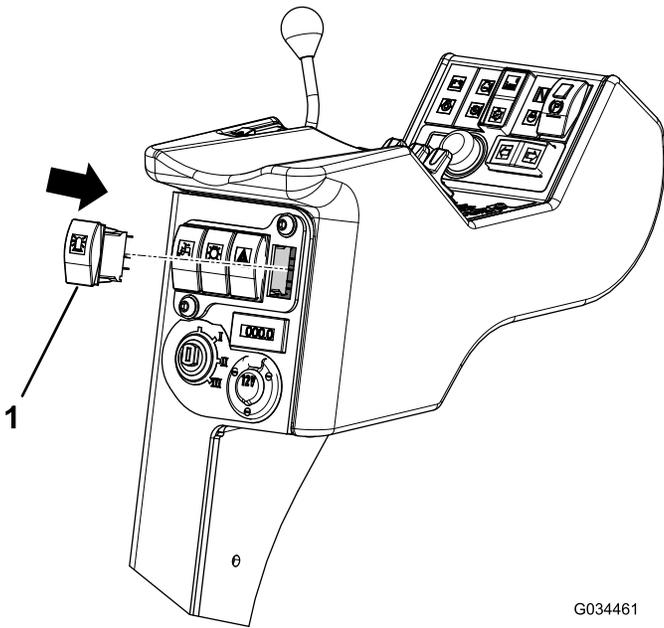
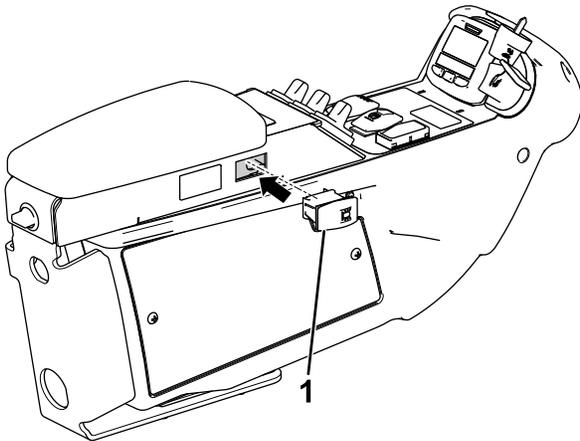

図 20
図 21
3. カチッと音がして所定の位置に収まるまで、スイッチをカットアウトに押し込む (図 20 および図 21)。